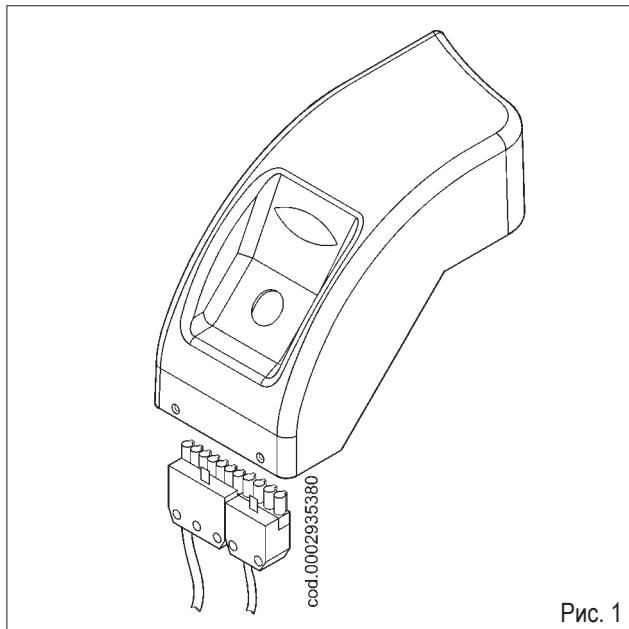

Рис. 1
- 1) Опираясь на инструкции из параграфа "Обслуживание", снять узел смесителя, открутить винт (1), соединяющий выдвижную штангу (2) узла с газоподводящей трубой (3), вынимая его через петлю (4) на изогнутом штуцере (рисунок 1).
- 2) Повернуть на 180° изогнутый штуцер так, чтобы отверстие газоподводящей трубы совпадало с петлей (4a), расположенной на штуцере в противоположном по диаметру положении. Соединить выдвижную штангу (2) с трубой подвода газа (3) при помощи винта (1), как показано на рисунке 1.
- 3) Теперь снять 4 гайки (5), показанные на рисунке 2, демонтировать трубку пламени (6) и, сняв шпильки, вынуть камеру (7). Поместить резьбовое соединение камеры для крепления газовой рампы в сторону верха.
- 4) Для завершения операции закрепить трубку пламени (6) и камеру (7) 4 гайками (5), а после вставить в паз узел смесителя.